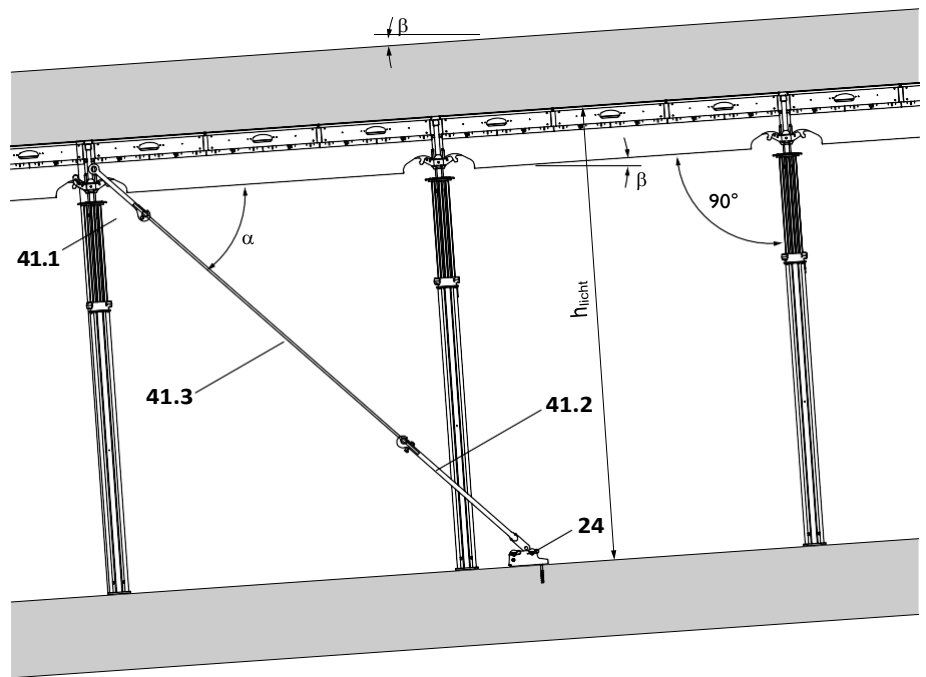

Fig. A11.02
6. Закрепете долната част на обтегача (41.2) към петата с болтове, които осигурете с шплентове. (Fig. A11.02)